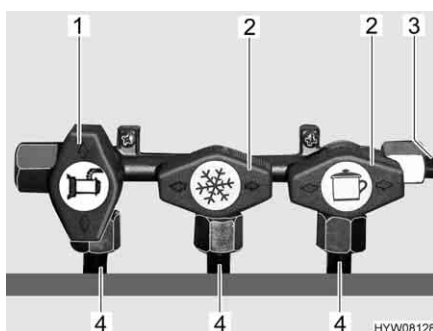

Fig. 84 Posizione rubinetti di arresto del gas
- Apertura:** ■ Posizionare il rubinetto di arresto del gas dell'apparecchio a gas corrispondente parallelamente (Fig. 84,1) alla tubatura (Fig. 84,4) che alimenta l'apparecchio a gas.
- Chiusura:** ■ Posizionare il rubinetto di arresto del gas dell'apparecchio a gas corrispondente trasversalmente (Fig. 84,2) alla tubatura (Fig. 84,4) che alimenta l'apparecchio a gas.